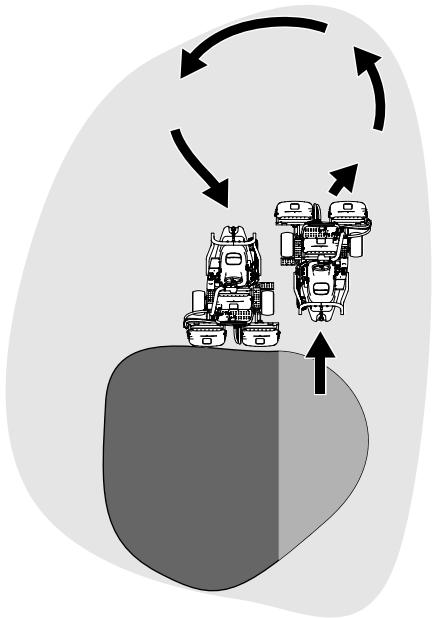

Bild 24
6. Verkürzen Sie die Betriebszeit und vereinfachen Sie das Ausrichten für den nächsten Durchgang, indem Sie die Maschine vorübergehend in die entgegengesetzte Richtung und dann in die Richtung des ungemähten Teils drehen. Führen Sie eine trünenförmige Wende durch (Bild 24), um die Maschine schnell für den nächsten Durchgang auszurichten.